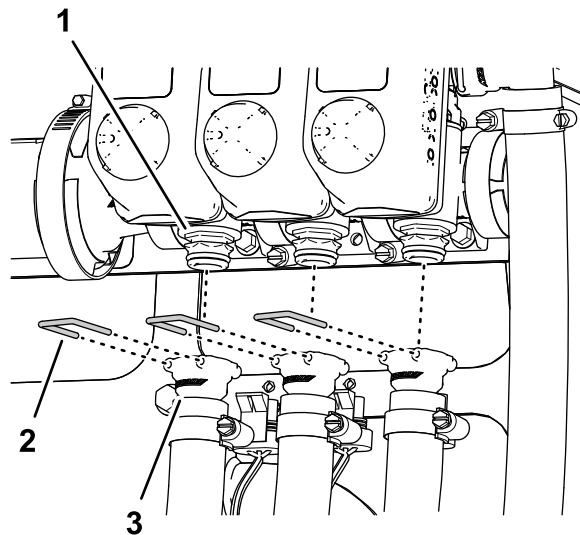

图35
- 从喷洒段阀快速接头取下固定左、中、右供水软管的卡环 图35。
- 从喷洒段阀的快速接头卸下左、中及右喷洒段供水软管并从机器上取下软管 图35。